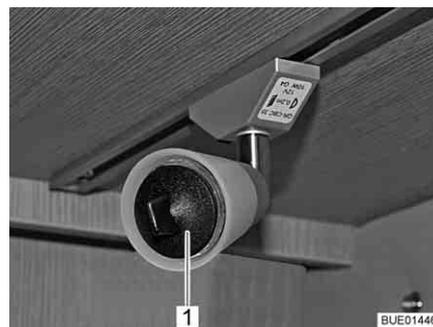

Fig. 212 Ventosa para cambio de bombilla
- ▷ Como dispositivo auxiliar para el cambio de bombilla se ha agregado una ventosa (Fig. 212,1).